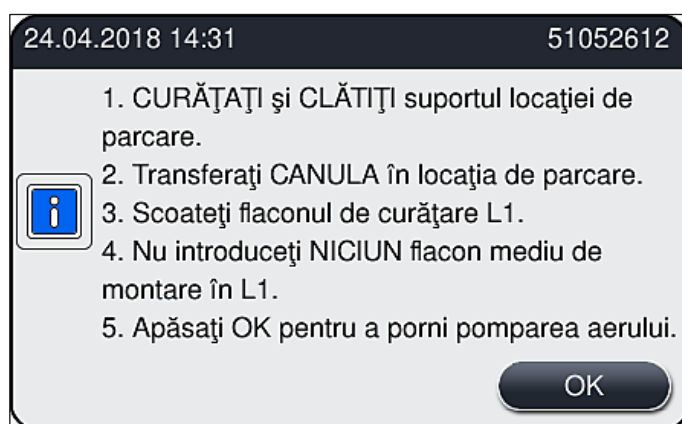

Fig. 105
4. Parcurgeți următorul mesaj de informare, (→ Fig. 105), care conține instrucțiuni, cu ajutorul butonului **OK**.